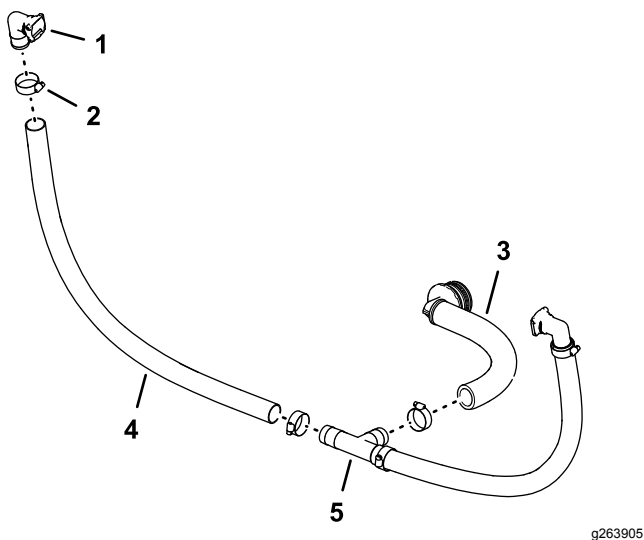

图92
1. 使用在步骤 中卸下的法兰夹具和垫片 将快速连接接头槽——1 英寸插入软管1 x 26 英寸中并使用软管夹将软管固定至接头如 图92 所示。
2. 如图92所示将软管的自由端安装到 T 形接头上并使用软管夹具将软管固定到接头上。
4. 将 90° 宝塔接头和软管组件安装到 T 形接头并用软管夹具将软管固定到接头上图92。